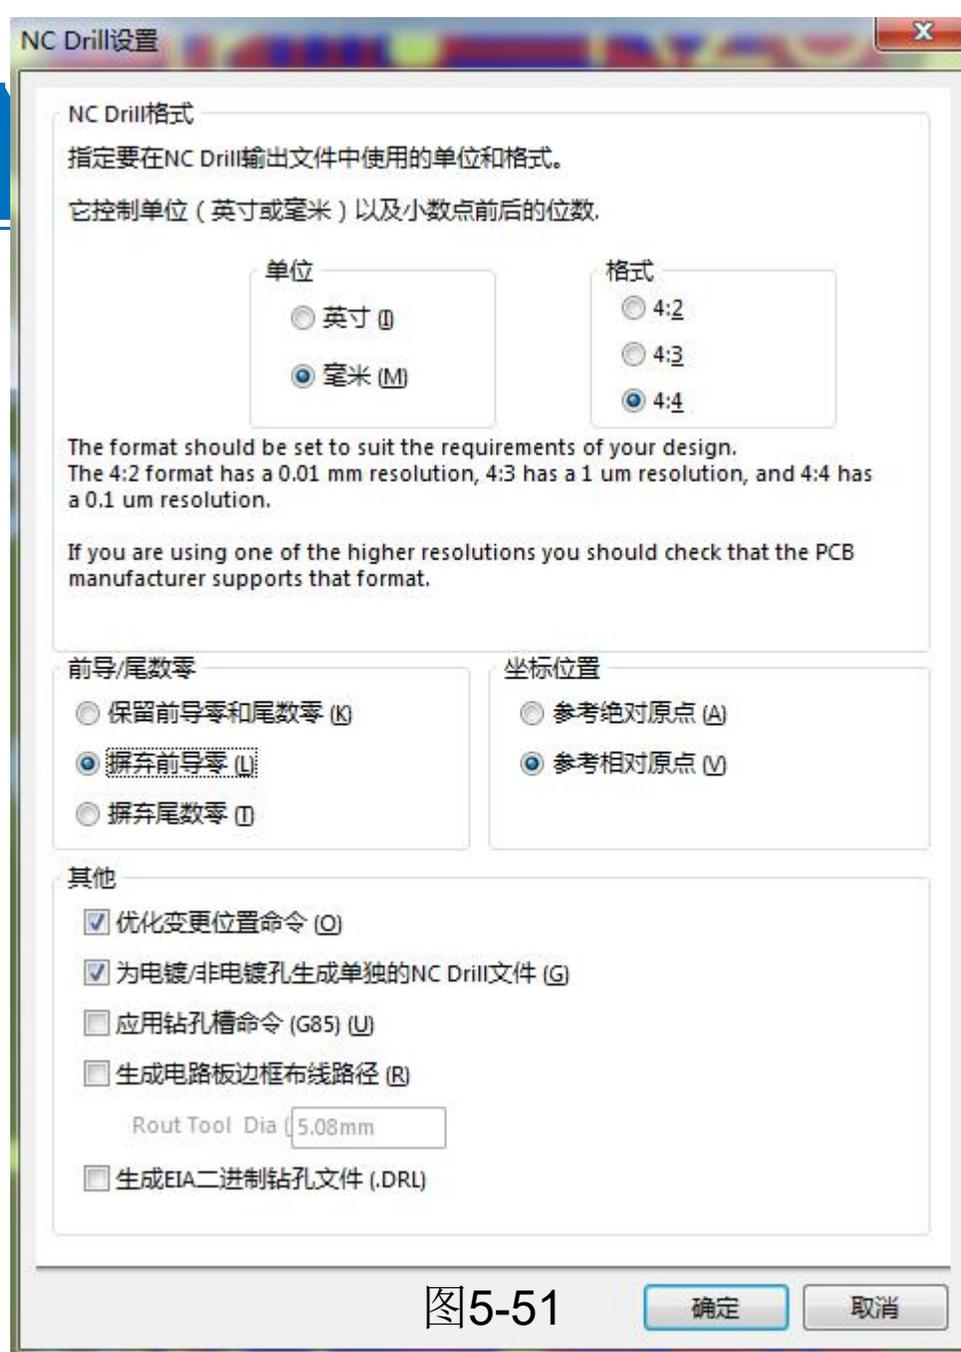

图5-51
(2)如图5-51所示, 出现NC Drill Setup(NC钻孔设置)对话框界面。该对话框内的参数选择要跟前面Gerber文件中的保持一致(包括单位、格式、前导/尾数零设置项)。